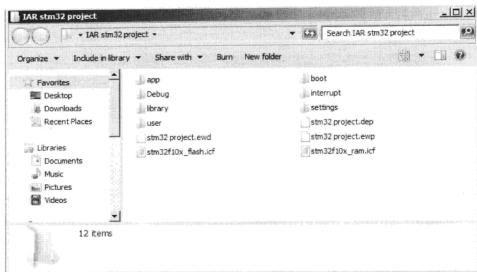
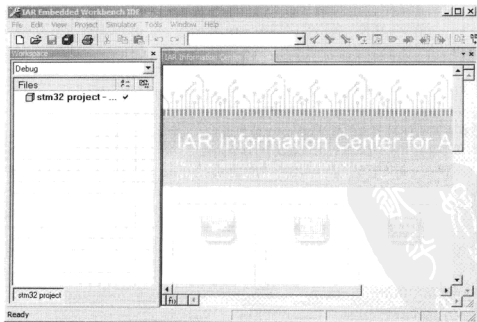
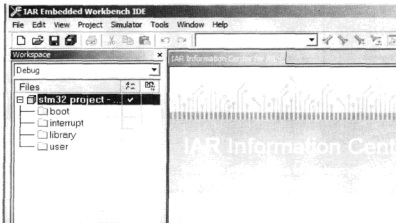

图 6.1.2 工程目录更新情况 1
图 6.1.3 新建工程完毕
图 6.1.4 添加 Group
③ 打开 IAR Embedded Workbench, 选择 Project → Create New Project → ARM 菜单项后, 弹出工程保存选择界面, 选择路径为 IAR stm32 project 文件夹, 工程名取为 stm32 project。最后在 EWARM 软件界面单击 Save 按钮保存工程。完成后 IAR stm32 project 文件夹内容更新为如图 6.1.2 所示, IAR 软件界面如图 6.1.3 所示。
④ 右击图 6.1.3 中 Workspace 中的 stm32 project - Debug 图标,选择 Add→Add Group 菜单项,依次添加 4 个 Group,分别命名为 boot、library、interrupt、user,如图 6.1.4 所示。